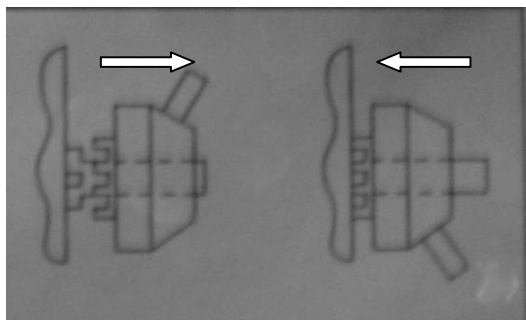

Рис.12
Точное перемещение фрезерной головки осуществляется вращением маховика микроподдачи (2), при подключенной полумуфте когда рукоятки вертикальной подачи (3) сдвинуты к фрезерной головке (см. Рис.12).